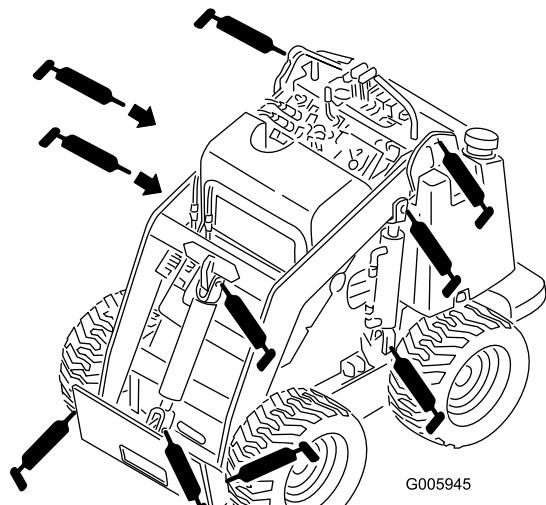
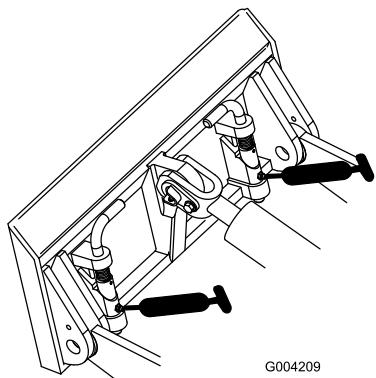

Bild 26
Bild 27
3. Setzen Sie die Fettpresse nacheinander an allen Nippeln an (Bild 26 und Bild 27).